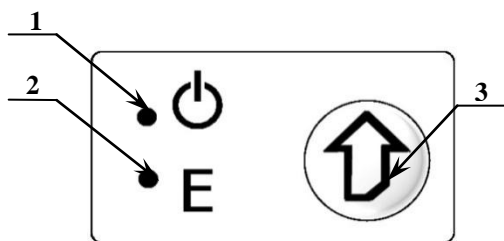

Рисунок 2. Панель управления.
3. Панель управления (смотрите рисунок 2).